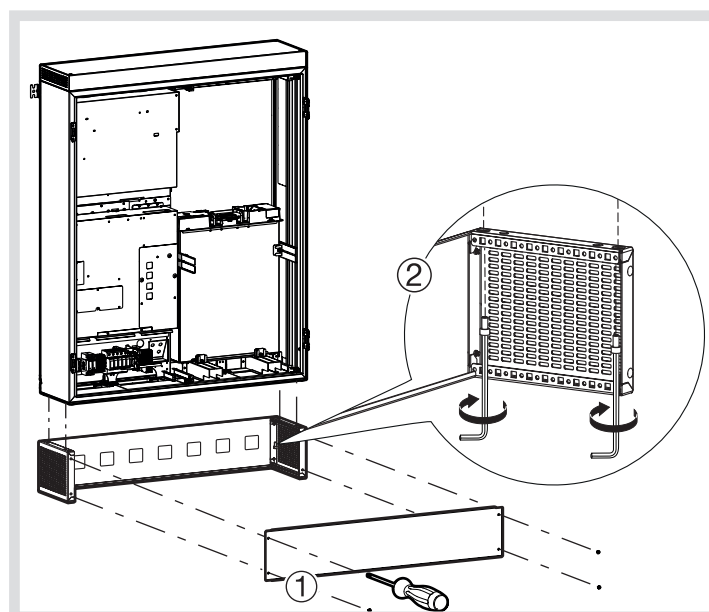

Bild 16: Montage auf Sockel
- Die geschlossene Sockelfrontplatte, die beiden Sockelseitenteile und die gelochte Sockelrückplatte mit den beiliegenden Schrauben zum Sockel montieren (Bild 16).
- Energiespeichersystem auf dem Sockel montieren (Bild 16).